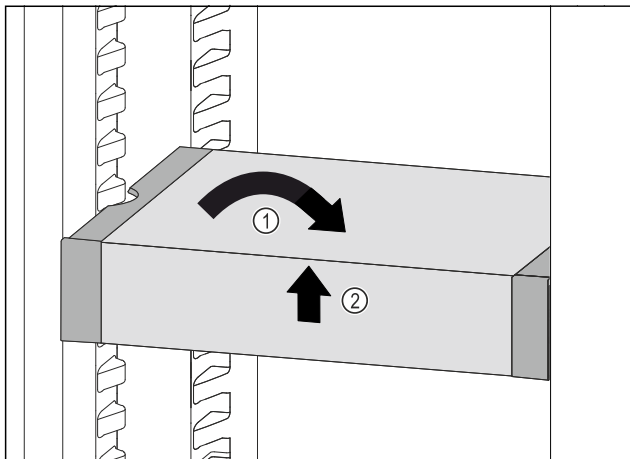

Fig. 76
- ▶ Ispravite VarioSafe. Fig. 76 (1)
- ▶ Podignite sprijeda VarioSafe. Fig. 76 (2)